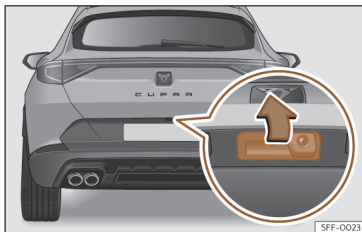

Fig. 75 Porta da bagageira: abertura a partir do exterior.
- **Abrir:** faça uma ligeira pressão na pega. Abre-se automaticamente. >>> **Fig. 75.**